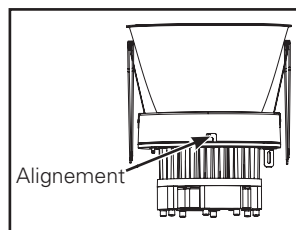

Figure 32.
- Insérez le moteur lumineux à DEL dans la garniture inférieure. Alignez les fentes de la garniture aux trous de vis du moteur (Figure 32.).